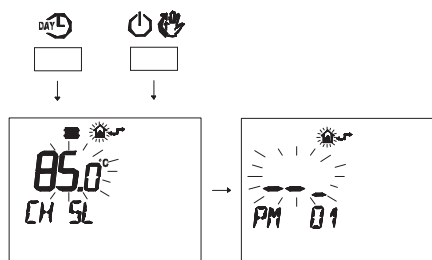

Figura 5.64
- Premere contemporaneamente i pulsanti **DAY** e **☀️** per entrare nella programmazione trasparente (Figura 5.64)